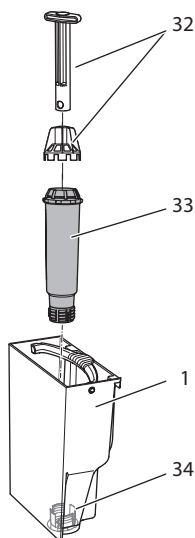

Fig. 19: Skru vannfilteret inn eller ut
- Fjern vannfilteret (se Fig. 19 på side 230).
9. Sett et nytt filter inn i vanntanken igjen (se Fig. 19).
3. Fjern vannfilteret (se Fig. 19).